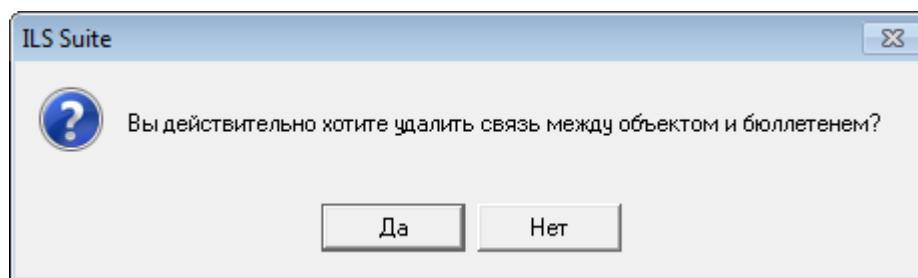

Рис. 13-526 – Подтвердить намерение удалить связь бюллетеня с экземпляром ВС
2) В рабочем окне «Экземпляры» выбрать экземпляр ВС и открыть окно связанных объектов «Бюллетени» для выбранного экземпляра, для этого нажать кнопку «Бюллетени» панели «Связанные объекты» (рис. 13-526).
3) Выбрать бюллетень в основном рабочем окне «Бюллетени» (1 на рис. 13-526). Для выделения нескольких бюллетеней используются клавиши CTRL и SHIFT.
4) Переместить с помощью мыши бюллетень в окно связанных объектов «Выполненные бюллетени» для выбранного экземпляра ВС – появится подсказка вида «+ Создать связь X объект(ов) в ...» (2 на рис. 13-526). Отпустить кнопку мыши.